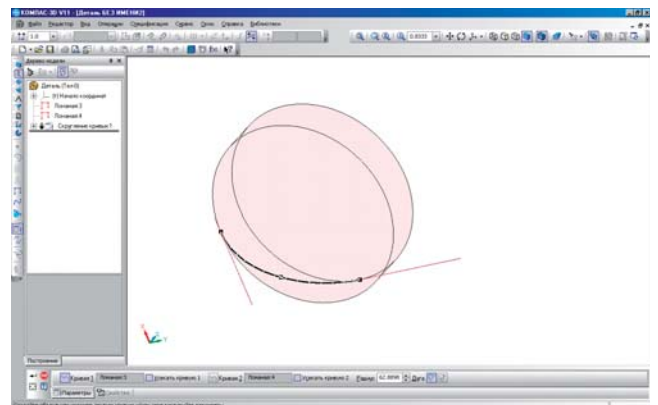

Рис. 7
- Скругление кривых используется для скругления угла, образованного двумя выбранными кривыми (рис.7); кривая скругления – дуга окружности или сплайн, лежащий на цилиндрической поверхности.